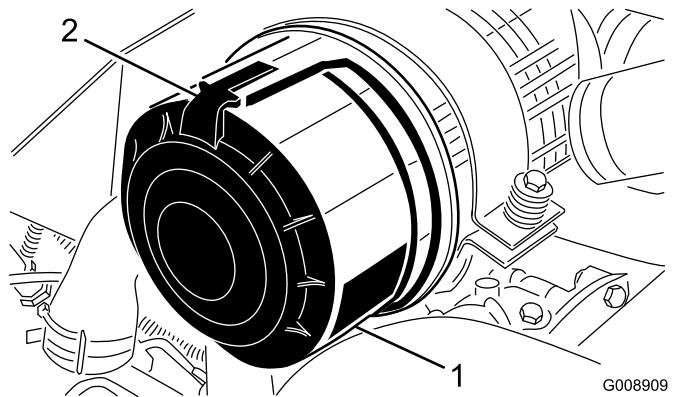

図 51
- エアクリーナのカバーをボディーに固定しているラッチを外す(図 51)。